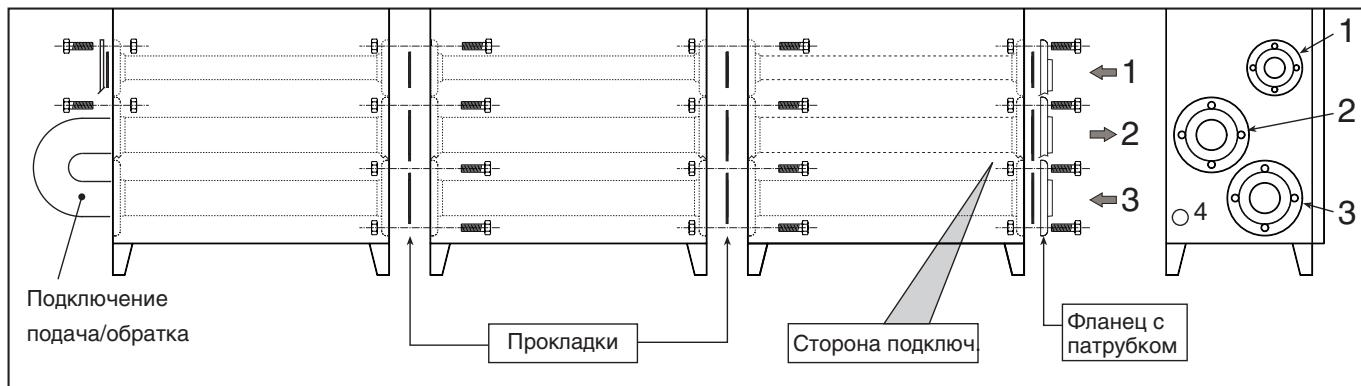

Рис. 6b
- ¥ На последнем котле подключить подачу в обратку (см. рис. 6b).